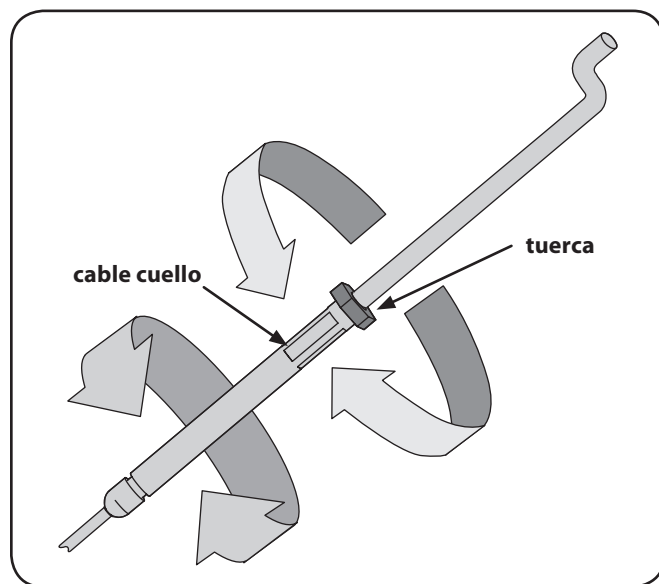

Figura 3-8
2. Ajuste el cable del embrague hacia delante, aflojando la tuerca hexagonal. Véase la figura. 3-8.
3. A su vez la sección del cable cuello una o dos vueltas para aumentar o disminuir la tensión en el cable. Véase la figura. 3-8.
4. Vuelva a apretar la tuerca de seguridad contra el collar del cable. Véase la figura. 3-8.